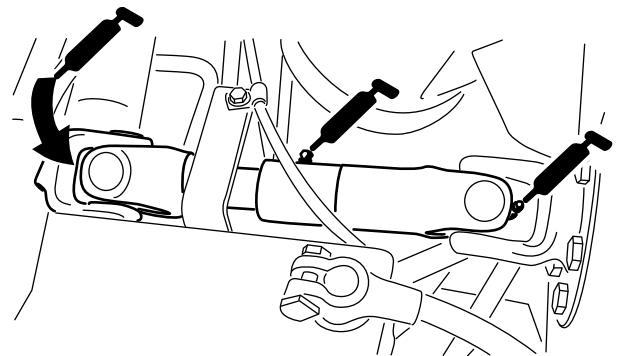

Figura 68
- Articulação do direção do eixo (3) (Figura 68)